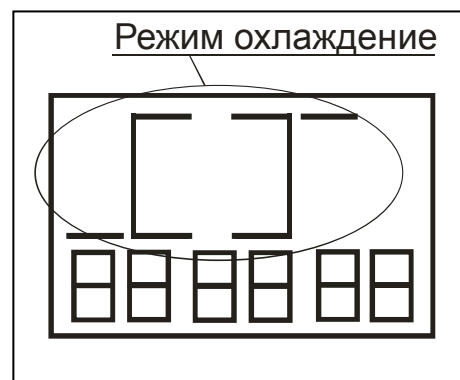

Рис.6
2. охлаждение (рис.6) - контакты реле прибора (1,2 или 11,12) замыкаются при повышении измеряемой температуры до температуры включения ($t_{\text{вкл}} = t_{\text{уст}} + t_{\text{гист}}$), а размыкаются при понижении температуры до установленной.